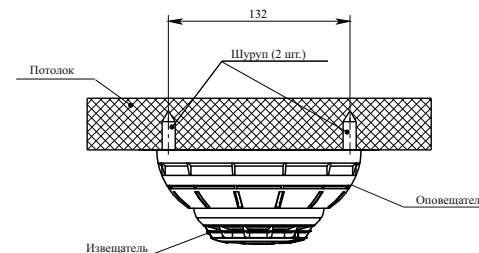

Рисунок 5
- закрепить изолятор с извещателем на потолке на два шурупа (рисунок 5).